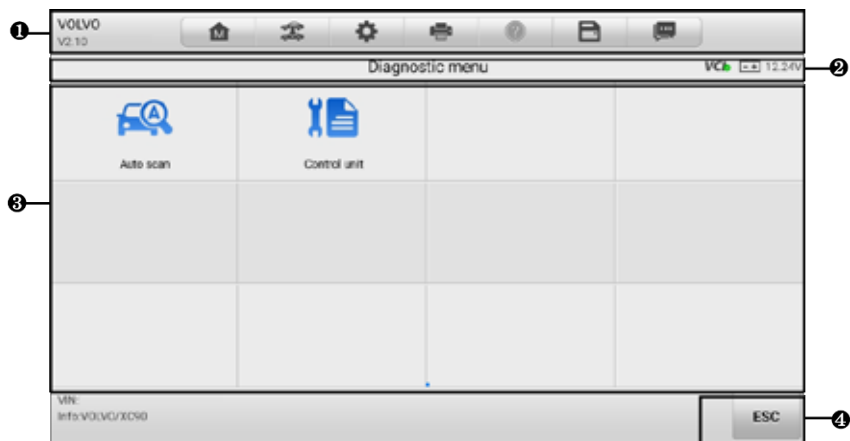

Figura 4-4 Schermata del menu diagnostico
3. Selezionare **Rilevamento automatico**. La tavoletta avvia la scansione del VIN sulla centralina del veicolo. Una volta identificato il veicolo di prova, il sistema vi guiderà alla schermata del menu diagnostico del veicolo. Vedere Figura 4-4 Schermata del menu diagnostico.